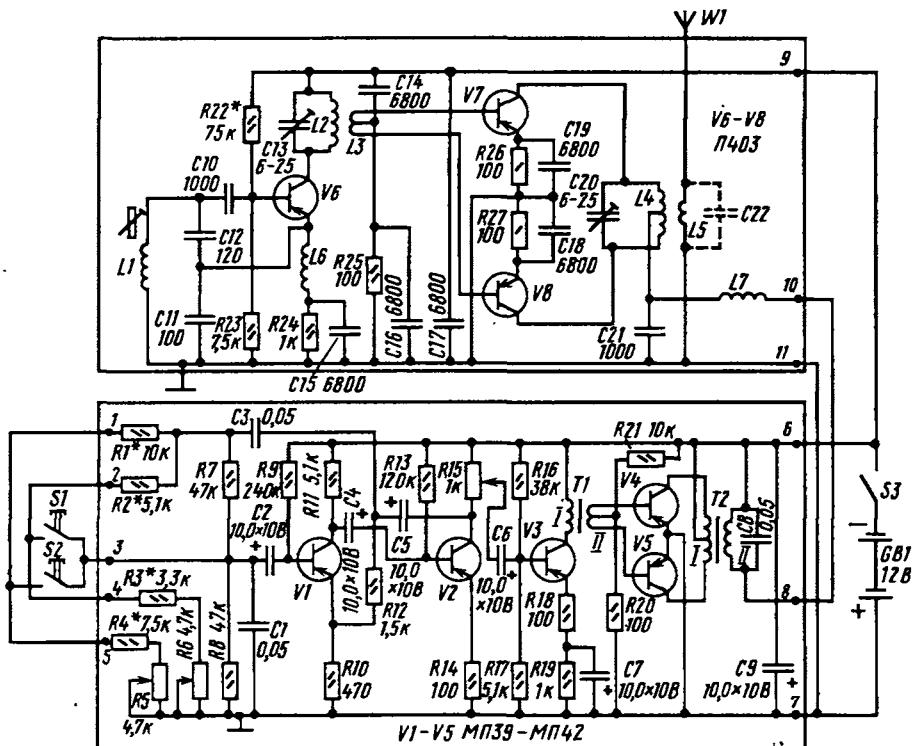

Рис. 352. Принципиальная схема двухкомандного передатчика для управления моделью.
**Передатчик.** Принципиальная схема двухкомандного передатчика показана на рис. 352. Он, как видишь, транзисторный. Состоит из задающего генератора с усилителем мощности и модулятора, обведенных на схеме цветными линиями. Цифрами 1–11 обозначены точки подключения к платам передатчика источника питания и кнопочного пульта управления. Передатчик питается от батареи напряжением 12 В, составленной из трех батарей 3336Л.